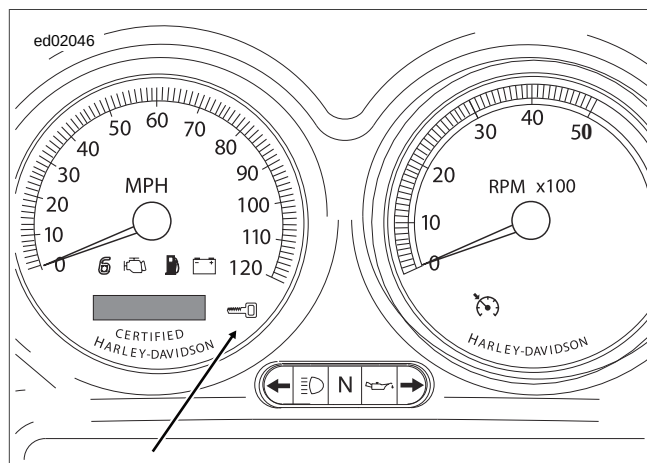

Figura E-3. Luz de seguridad (ícono de llave, típico)
- **Luz de seguridad (ícono de llave):** Vea Figura E-3. Una luz en la carátula del velocímetro informa al motociclista si el sistema está activado o desactivado.